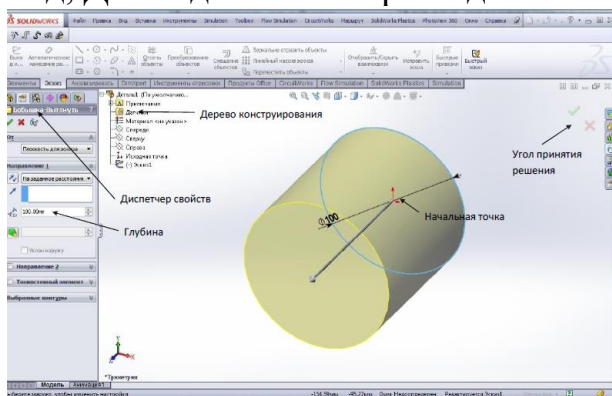

Рисунок 1.4. Определение параметров элемента Витянуть.
7. Натиснути значок Вихід з ескізу у вікні Кут прийняття рішення, щоб завершити ескіз, при цьому система автоматично запропонує вибір параметрів створюваного елемента Витягнути в вікні Менеджера властивостей (ліва частина екрану), а також в графічній області буде відображатися попередній вигляд створюваного тривимірного елемента (рис. 1.4).
8. У розділі Напрямок 1 вікна Менеджера властивостей встановити параметр Глибина рівним 100 мм (рис. 1.4).